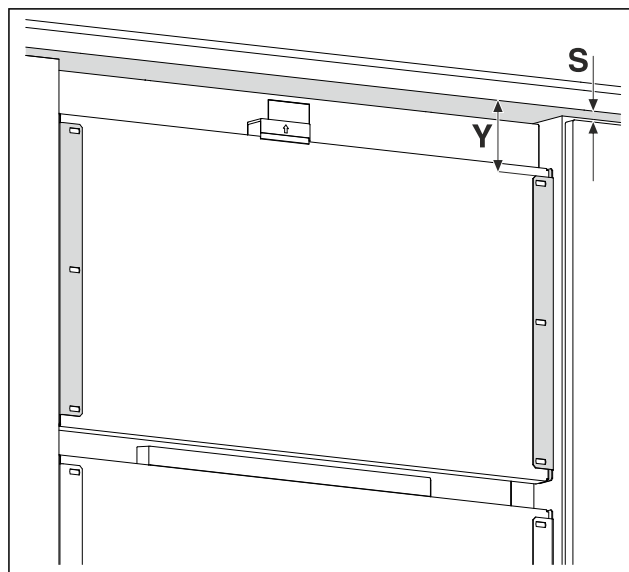

Fig. 34 Reprezentare exemplificatoare
- ▶ Măsurați distanța Fig. 34 (Y) de la muchia inferioară a frontului mobilierului la colțarul de susținere.
- ▶ Măsurați cota fantei Fig. 34 (S) de la muchia inferioară a frontului de mobilier la muchia superioară a ușii mobilierului.